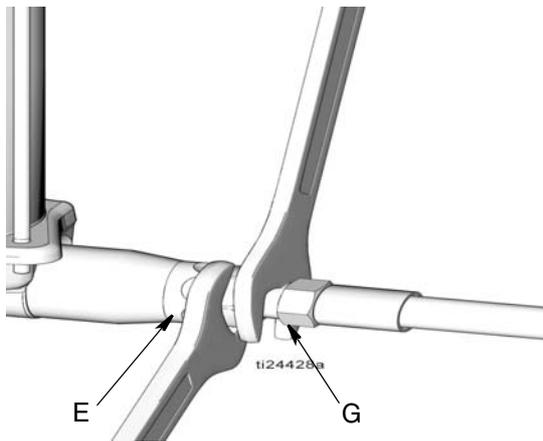

FIG. 6
2. **Alivie la presión** del sistema utilizando dos llaves que funcionen en direcciones opuesta en la salida de la bomba (E) y en el accesorio de la línea de lubricación (G) para **aflojar lentamente** el accesorio hasta que esté suelto y no salga más lubricante o aire por él (FIG. 6).